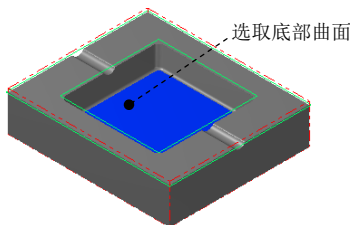

图 11.32 选取加工面
(1) 在图形区中选取图 11.32 所示的面，然后按 Enter 键，系统弹出“刀具路径的曲面选取”对话框。